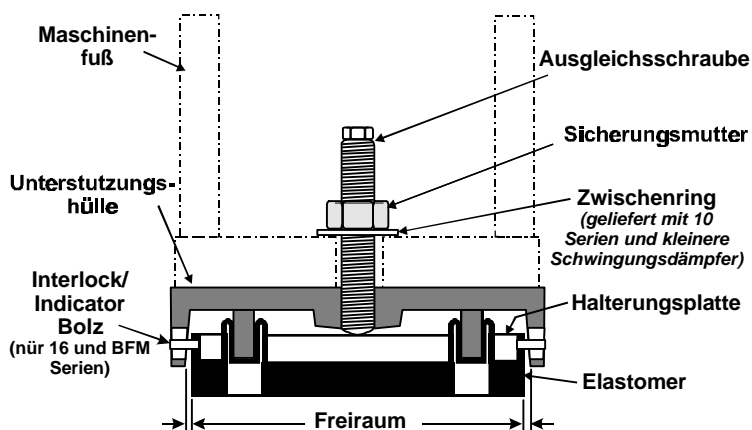

Bild 2 (Querschnitt)
5. Fädeln Sie die Ausgleichsschraube in den Schwingungsdämpfer mit der Hand, oder mit einem kleinen Schraubenschlüssel ein. Die Ausgleichsschraube sollte, bis es zum Kontakt mit der inneren Halterungsplatte (siehe Bild 2) kommt leicht in den Schwingungsdämpfer einzudrehen sein. Ist dies nicht der Fall, so entfernen Sie die Ausgleichsschraube und überprüfen Sie ob das Gewinde beschädigt ist oder ob sich ein Grat in der Gewindebohrung befindet.
7. Um eine gute Wirkung des Schwingungsdämpfers zu erreichen, sollte es einen Freiraum zwischen dem Elastischen Kissen (Elastomer) und der inneren Fläche der Schwingungsdämpferhülle geben (siehe Bild 2). Wenn es keinen Spielraum gibt, heben Sie die Maschine an den vorgesehenen Platz und zentrieren Sie das elastische Kissen in der Hülle des Schwingungsdämpfers.